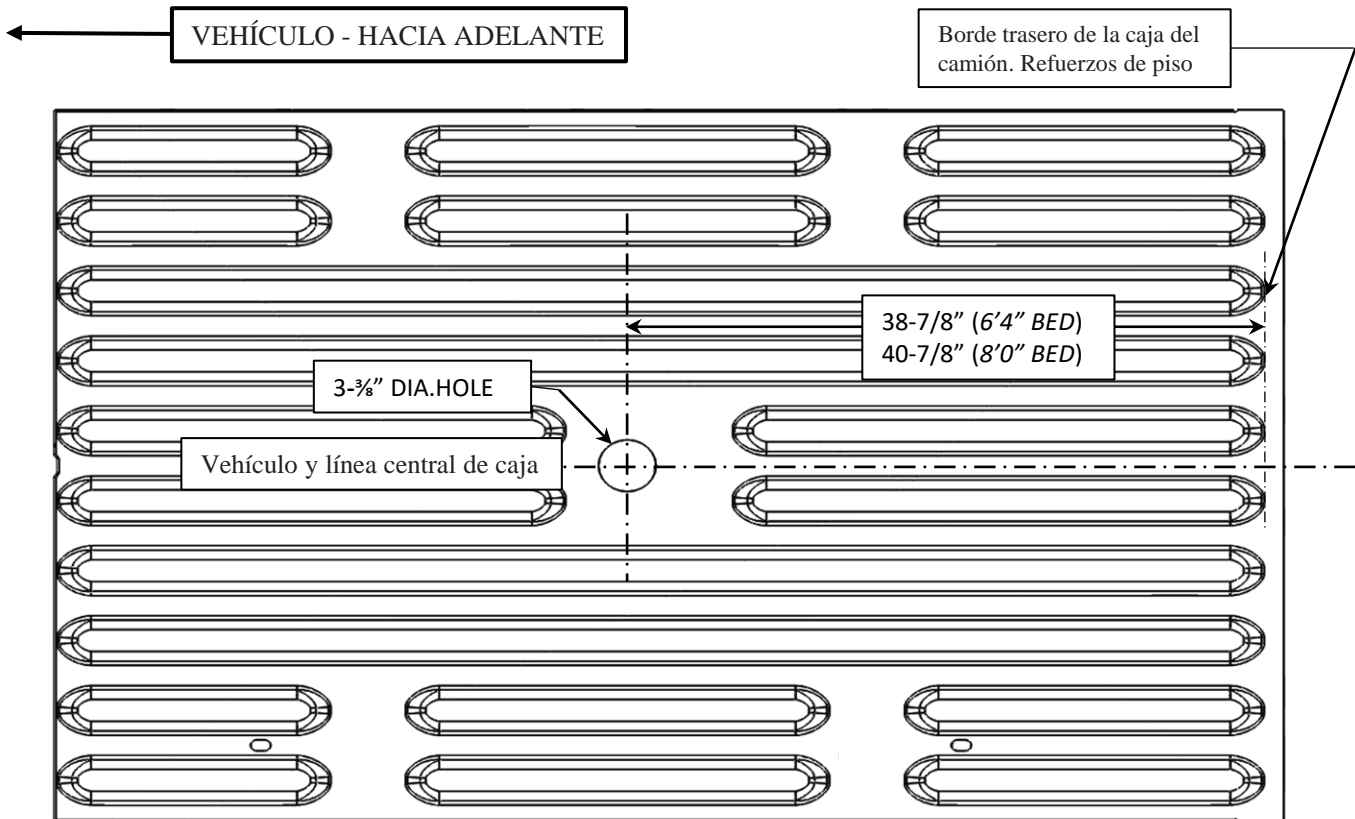

Figura 3
1. Retire la rueda de repuesto y el escudo térmico. Y baje el escape quitando (3) los colgadores de escape más posteriores, creando más espacio debajo del camión para una fácil instalación.
3. Método 2: desde el interior de la caja, marque la línea central de la caja con tiza o algún otro método de marcado temporal. Para camas de 6 "4", mida y marque un punto 38 7/8 "a lo largo de la línea central hacia el borde posterior de los refuerzos del piso de la caja del camión. Para camas de 8 "0", mida un punto 40 7/8 "hacia adelante hasta el borde más trasero de los refuerzos del piso de la caja del camión. (ver figura 3.)